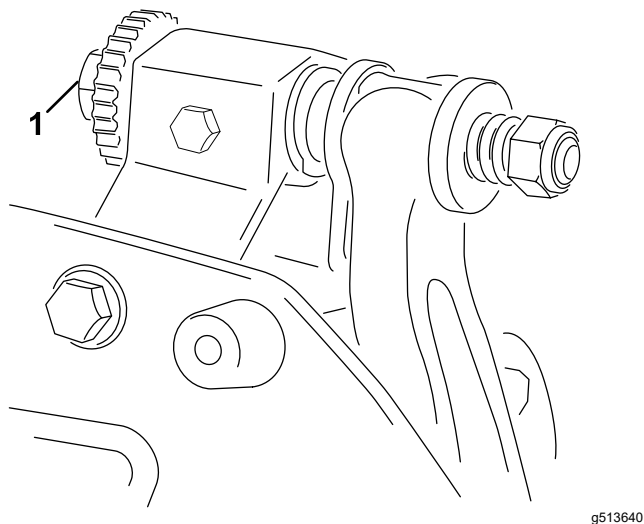

Figura 6
- A. Gire los tornillos de ajuste de la barra de asiento en sentido horario (Figura 6), un clic a la vez, hasta que note y oiga un contacto ligero.
6. Gire el perno de ajuste derecho de la barra de asiento (Figura 6) hasta que note una ligera presión en el suplemento al moverlo de un lado a otro. Retire el suplemento.